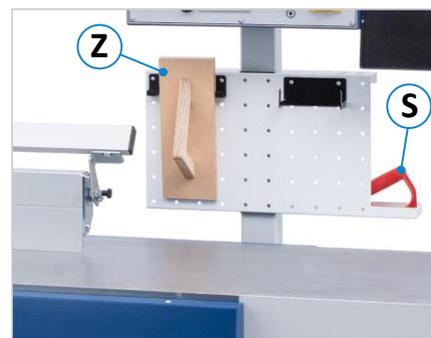

Figure 24 : possibilités de rangement
- Pour le dégauchissage de pièces courtes, utiliser le bloc de poussée (Z) fourni, un bois coulissants ou un bois d'aboutage de fabrication maison en combinaison avec la poignée de poussée (S) également fournie.
- Voir la ⇒ Figure 24 : Lorsqu'il n'est pas utilisé, le bloc de poussée peut être rangé dans le porte-outil prévu à cet effet sous le panneau de commande. La poignée de poussée dispose également d'un rangement approprié à l'arrière.